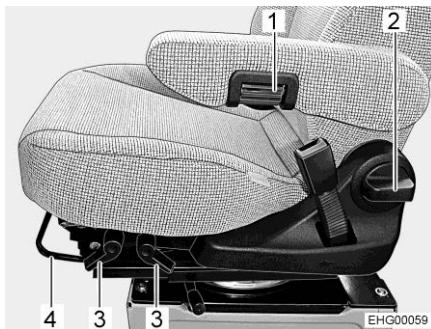

Fig. 14 Regolazione del sedile
- Tirare la staffa (Fig. 14,4) verso l'alto.
- Tirare la relativa leva (Fig. 14,3) verso l'alto.
- Ruotare la maniglia (Fig. 14,2).
- Per una regolazione precisa, ruotare la rotella zigrinata (Fig. 14,1). A seconda della direzione di rotazione il bracciolo si muove verso l'alto o verso il basso.